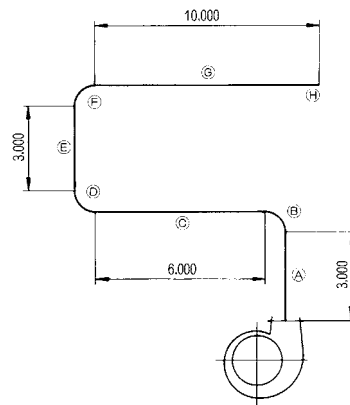

図13
- 1) ダクトの状況を線図に描いて、各区分に記号をつけます。(図13参照)